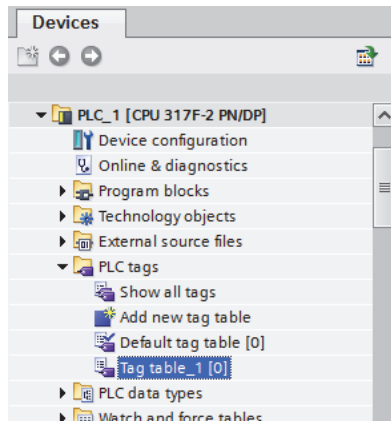

Рис. 2.1. Создание таблицы тэгов
2. *Создание тегов* (рис. 2.1–2.3):